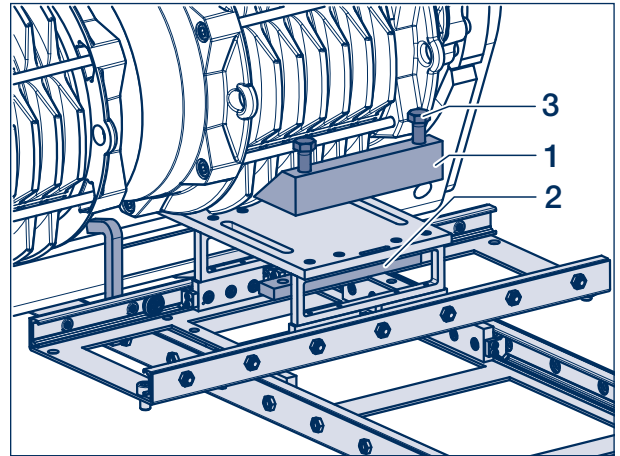

Figure 13
- [14] Fixer le dispositif de montage par l'arrière sur le corps d'essieu à l'aide de 2 vis de serrage (4).
- [16] Monter le support avant (1) sur le dispositif de montage à l'aide de 2 vis à tête six pans (3, taille 19) et de la tige de fixation (2) (voir figure 13).
- [32] Desserrer les vis de serrage (4) du dispositif de montage et retirer le dispositif du corps d'essieu ; le cas échéant, démonter le support avant (voir figure 13).